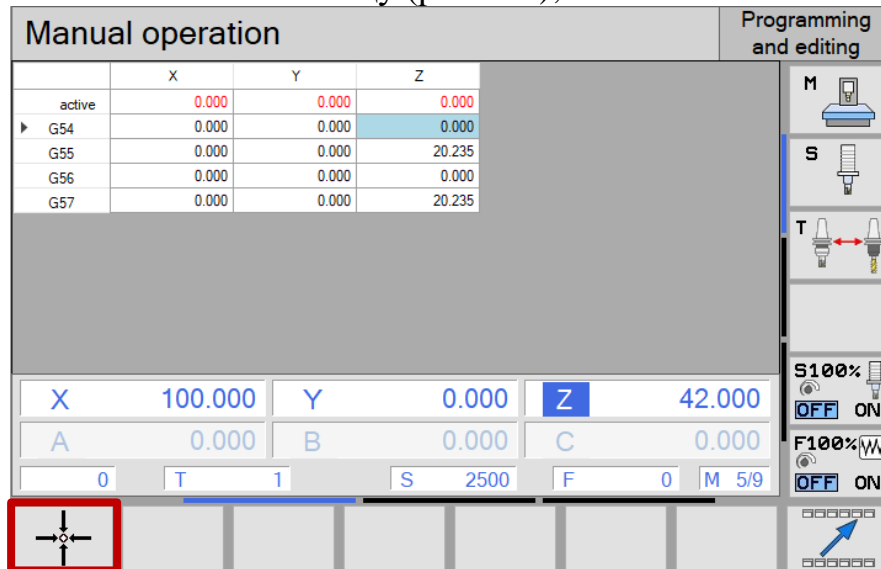

Рис.168. Кнопка для ввода координаты текущего положения в таблицу
7. На экране пульта управления нажать кнопку для ввода координаты текущего положения в таблицу (рис.168);